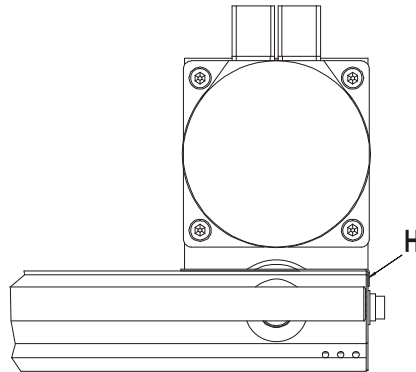

Abbildung 27: Riemengetriebe, Ansicht motorseitig
- Entfernen des motorseitig, stirnseitig angebrachten Blechs mit Stecker (siehe *Abbildung 27*, unten, **H**).
- Entfernen des motorseitig angebrachten Winkelblechs (siehe *Abbildung 27*, Seite 28, **H**)
- Winkelblech wieder anbringen (siehe *Abbildung 27*, Seite 28, **H**)
- Entfernen des motorseitig angebrachten Winkelblechs (siehe *Abbildung 27, Seite 28*)
- Entfernen des motorseitig angebrachten Winkelblechs (siehe *Abbildung 27, Seite 28, H*)
- Winkelblech anbringen (siehe *Abbildung 27, Seite 28, H*)